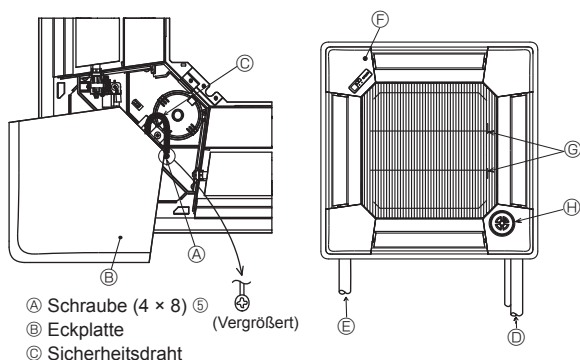

Fig. 6-9
6.5. Anbringung des Ansauggitters (Fig. 6-9)